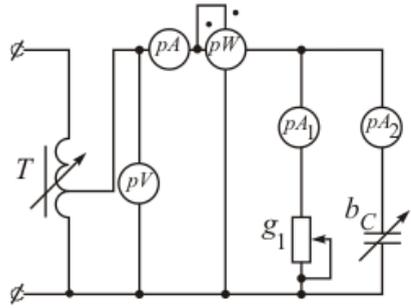

Рис. 4.4.
2. Для цепи, схема которой показана на рис. 4.4, качественно постройте:
3. Соберите электрическую цепь по схеме рис. 4.4. При неизменном напряжении на входе цепи исследуйте зависимости токов и активной мощности от величины g_1 . Результаты опытов занесите